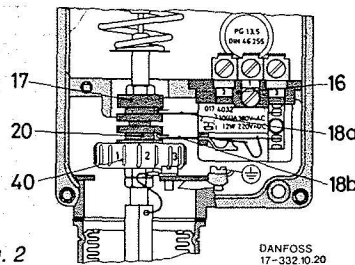

Fig. 2
du système de contact (voir fig. 2). Les deux bras de contact (18a et 18b) du système de contact sont actionnés par les rouleaux d'entraînement (17 et 20) de la tige. Le rouleau d'entraînement supérieur (17) est réglé de façon fixe tandis que le rouleau d'entraînement inférieur (20) peut se déplacer vers le haut ou vers le bas au moyen du rouleau de réglage (40). Ainsi, la zone neutre peut être variée depuis une valeur correspondant au différentiel mécanique de l'appareil jusqu'à la grandeur maximale indiquée pour l'appareil RT considéré.